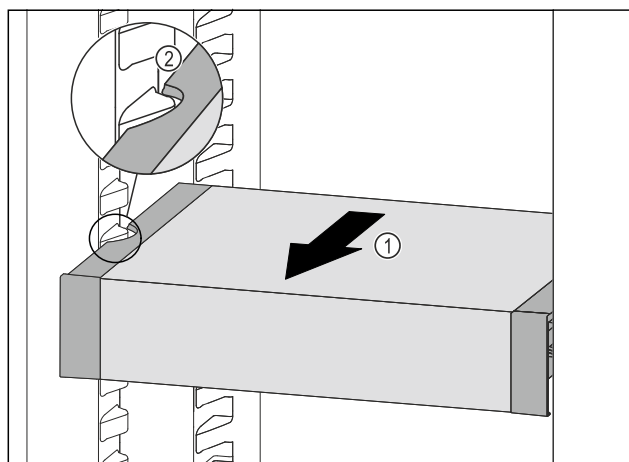

Fig. 151
- Ladicu VarioSafe vucite prema naprijed Fig. 151 (1) sve dok se bočni otvori ladice VarioSafe ne nađu na visini žlijeba spremnika u hladnjaku. Fig. 151 (2)